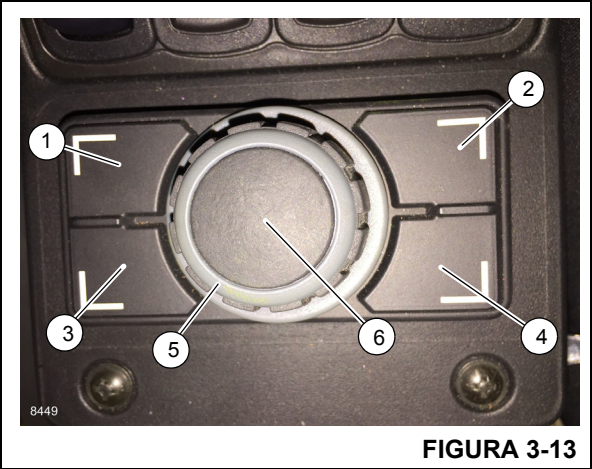

FIGURA 3-13
El cuadrante selector acciona el CCS de la misma forma que los botones en la consola de pantalla, permitiendo un fácil acceso para el operador. El giro del cuadrante selector realiza la misma función que los botones de flecha de navegación en la consola de pantalla. El icono en la esquina inferior izquierda de la vista de pantalla le indica al operador la pantalla que el cuadrante selector está controlando en ese momento. El botón de cambio de pantalla (4) (Figura 3-13) se utiliza para pasar de una pantalla a otra. El botón de tabulación también se puede utilizar para silenciar temporalmente las alarmas audibles. La funcionalidad de los otros botones es diferente, dependiendo de la zona, la pantalla y el menú.
La vista principal (más abajo) aparece en la pantalla de funcionamiento (vista inferior) cuando se conecta la llave. La vista principal muestra el estado de los sistemas de la grúa. Los iconos de color ámbar están habilitados. También muestra información a partir de los códigos en otras vistas. El operador puede seleccionar y activar zonas desde esta vista. El botón de escape (1) (Figura 3-13) permite regresar a la vista principal.
Cuando se oprime el botón de menú en el cuadrante selector (3) (Figura 3-13) o en el tablero de control del CCS, se muestra la información general de los grupos de menú.
Para seleccionar opciones durante el aparejo. Ésta es la única función donde el botón de menú (3) (Figura 3-13) no navega automáticamente a la vista principal. Debe seleccionarse con el icono de menú, en la parte inferior izquierda de esta pantalla.
Pulse el botón aceptar/introducir en la pantalla o en el cuadrante selector (6) (Figura 3-13) para salir de la vista de estabilizadores.
Oprima el botón de escape (1) (Figura 3-13) para salir del menú y regresar a la vista principal del CCS. El operador ahora puede navegar a la pantalla del RCL.